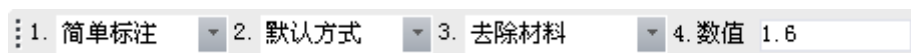

图 3-75 粗糙度标注立即菜单
- 2) 【1】形位公差符号分区：符号 表示处，它排列出形位公差【直线度】、【平面度】、【圆度】等符号按钮，用户单击某一按钮，即在显示图形区填写，如图 3-75 中填写了【位置度】符号。
数值输入框：用于输入形位公差数值，如图 3-75 中的 0.015；
形状限定：它弹出列表框，可选项为（空），（-）：只许中间向材料内凹下、（+）：只许中间向材料外凸起、（>）：只许从左至右减小、（<）：只许从右至左减小。如图 3-75 中，选中后缀为（-）。
相关原则：它弹出列表框，可选项为（空），（P）：延伸公差带、（M）：最大实体要求、（E）：包容要求、（L）：最小实体要求、（F）：非刚性零件的自由状态条件。如图 3-75 中，选中后缀为（M）。选中与修改各内容后立即在预显区内显示，如图中的  $\phi 0.1$ 。
执行粗糙度命令，立即菜单如图 3-75 所示。